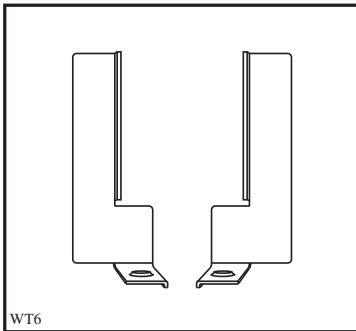

Abb. 2b
- Die dementsprechenden Befestigungsbleche (Abb. 2b/3b) montieren und mit den mitgelieferten Schrauben (A+B) sowohl am Trockner, als auch an den oberen Kanten fixieren.